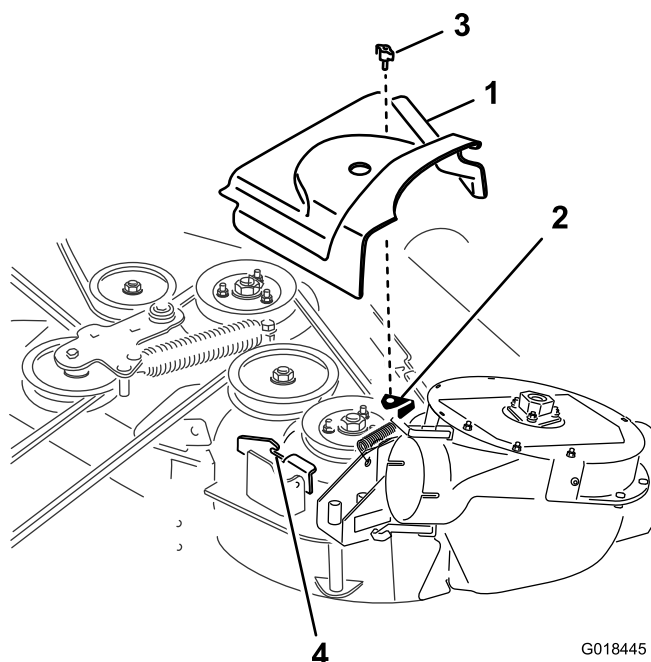

Figura 26
3. Instale a nova cobertura da correia de forma a que os entalhes em ambos os lados da cobertura fiquem por cima dos suportes da cobertura e prendam o fecho (Figura 26).